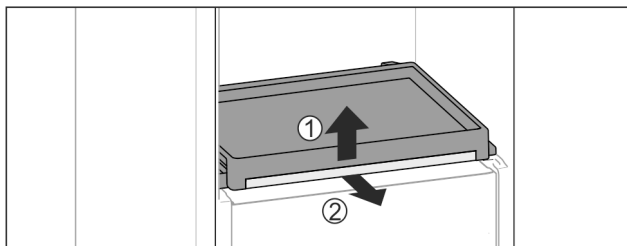

Fig. 31
- ▶ Wymywanie wysuwanej półki oraz szklanej płyty: Podnieść lekko szklaną płytę z przodu Fig. 31 (1) i wyciągnąć do przodu Fig. 31 (2).